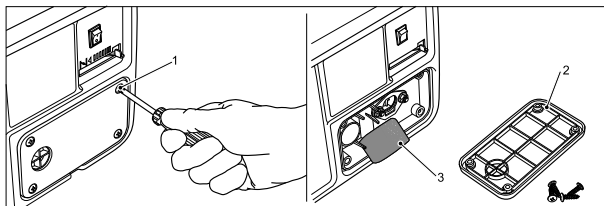

рис. 15
Открутите винты (1) крышки (2) воздушного фильтра (рис. 15) и снимите ее (рис. 15). Извлеките фильтрующий элемент (3) (рис. 15).